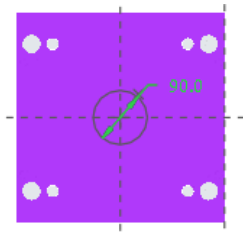

图 31.99 截面草图
Step4. 绘制截面草图。绘制图 31.99 所示的截面草图 (一个圆), 完成截面的绘制后, 单击“草绘”操控板中的“确定”按钮 。